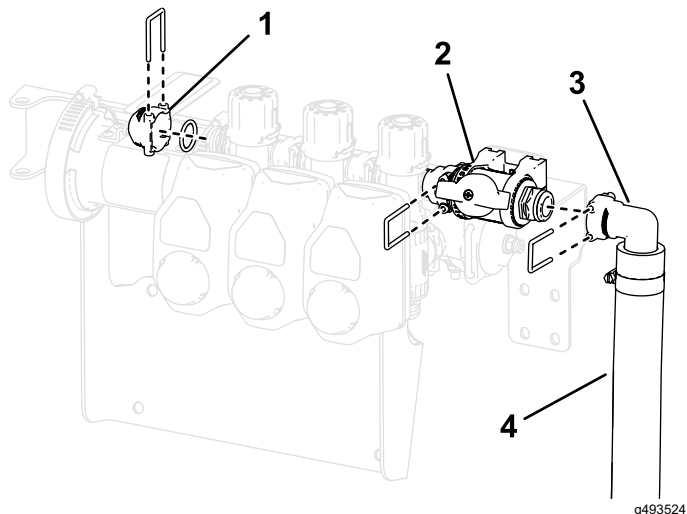

Bild 29
7. Befestigen Sie die Regelventilbaugruppe mit dem zuvor entfernten O-Ring und Arretierbügel am Auslegerventil, wie in Bild 29 dargestellt.
8. Montieren Sie die Kappe ($\frac{1}{2}$ "), die O-Ringe, das Anschlussstück und den Schlauch auf das Regelventil, indem Sie die zuvor entfernten Arretierbügel verwenden, wie in Bild 29 dargestellt.